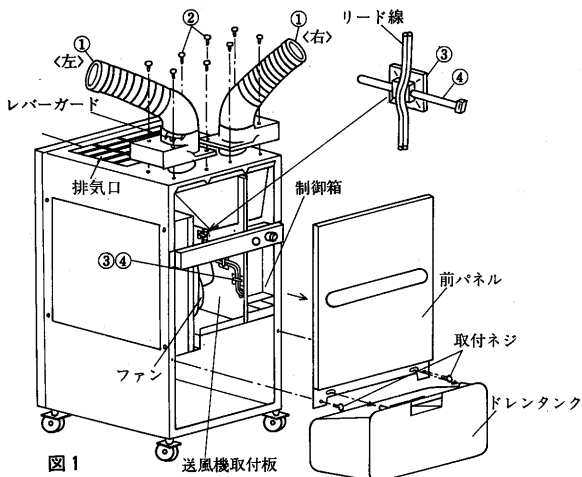

図1
①	自動首振り装置	2
②	取付ネジ	8	M5×10ナベネジ
③	バンド固定具	6	シールテープ付
④	バンド	6
- 4)自動首振り装置の取付穴に付いているキャップ〈4個〉を取外し付属の取付ネジにて図1に示す要領で取付けてください。